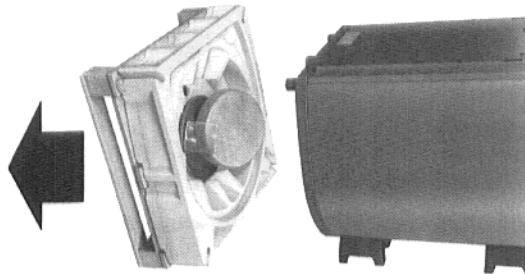

Рис. 10
4. Освободить нижнюю упаковку, вместе с поддоном, от задней стенки бойлера (рис. 10).